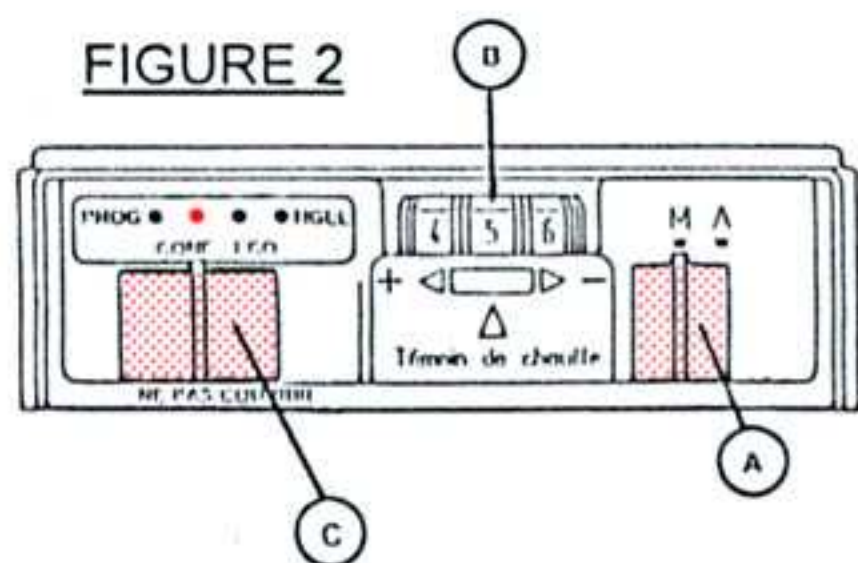

FIGURE 2
- Régler le sélecteur (repère C) sur CONF. ⇒ le voyant - CONF. - s'allume Fig. 2.
Régler le sélecteur C sur CONF, le voyant -CONF- s'allume, la température obtenue est celle réglée initialement (18 à 20°) Fig. 2.